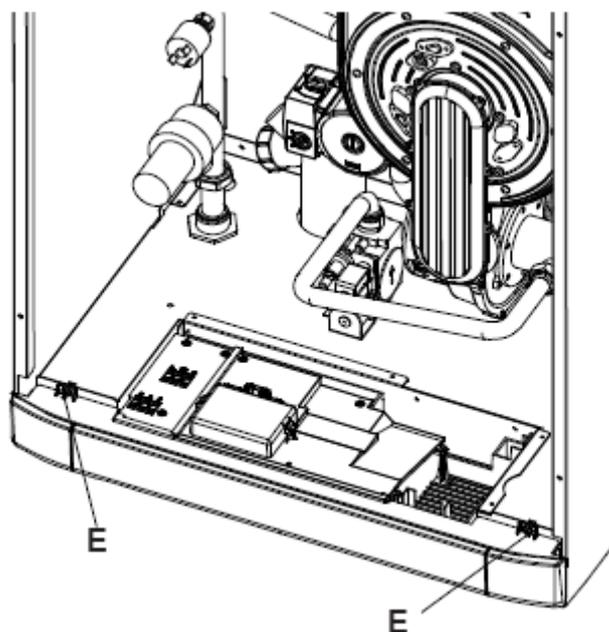
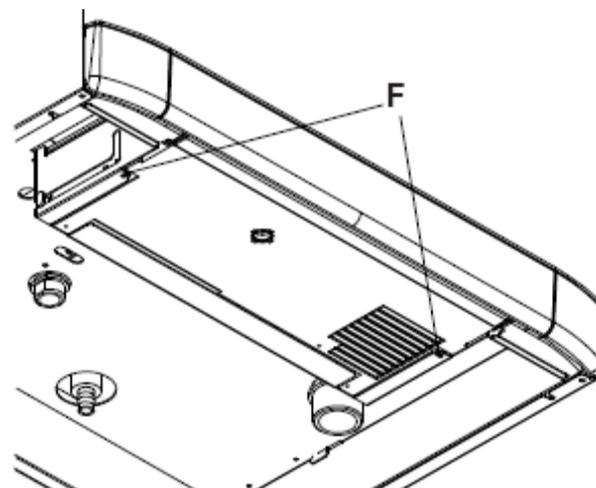

рис. 5.15
рис. 5.16
- открутите винты (Е) см. рис. 5.15 и (F) см. рис. 5.16;